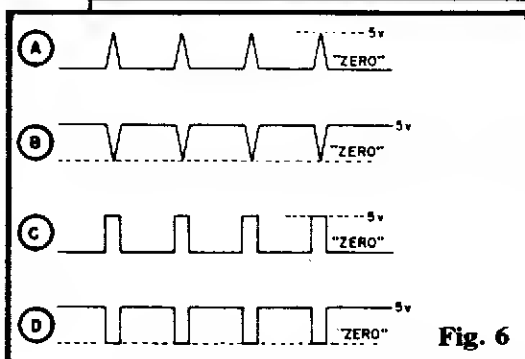

Fig. 6
- FIG. 6 - Observem ainda que uma manifestação elétrica dinâmica e cíclica (ou “sinal oscilatório”, como chamamos...), nem sempre
(para que "percursos" de C.C. externos não possam interferir com os tempos de carga/descarga de C...) CS e apresenta uma nítida forma retangular, tipo "tudo ou nada" (ver fig. 6-C e 6-D, lá atrás...).